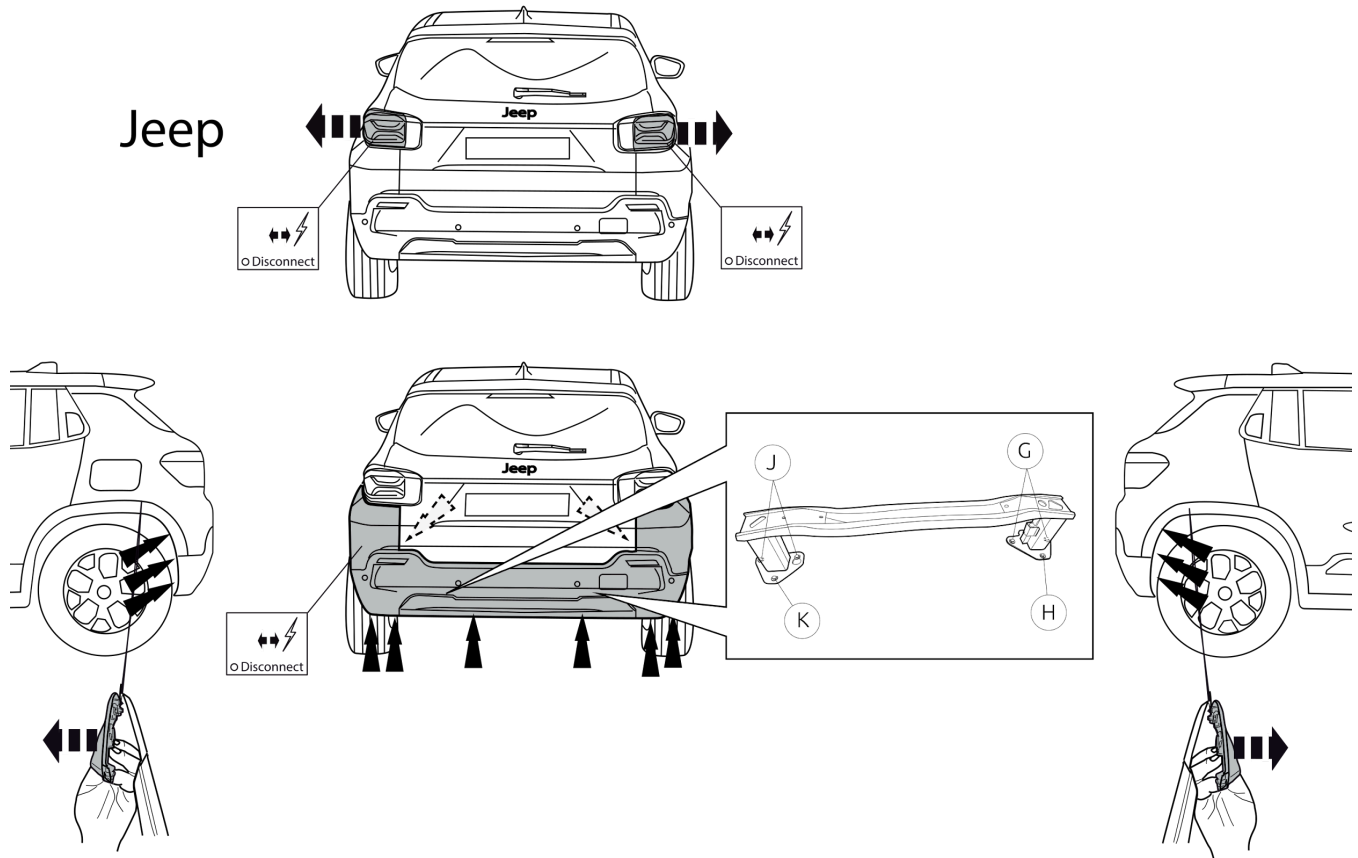

Fig. 1
1. Снять бампер. См. рисунок 1, 2 & 3.